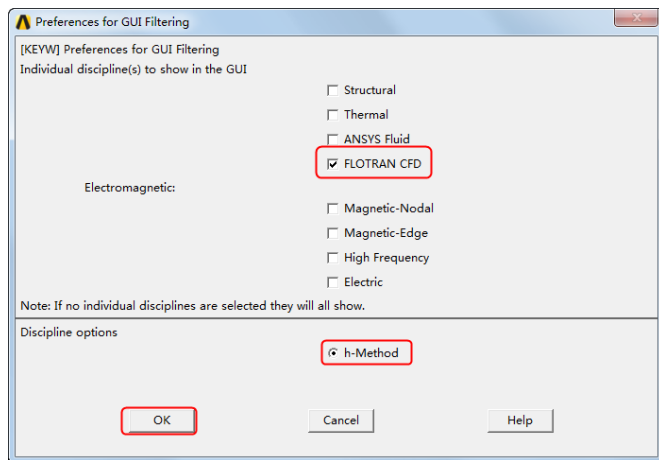

图 5-40 “Preferences for GUI Filtering”对话框
③设置参数选择：依次选择 Main Menu→Preferences，会弹出“Preferences for GUI Filtering”对话框，选择“FLOTRAN CFD”，如图 5-40 所示，单击“OK”按钮关闭该对话框。